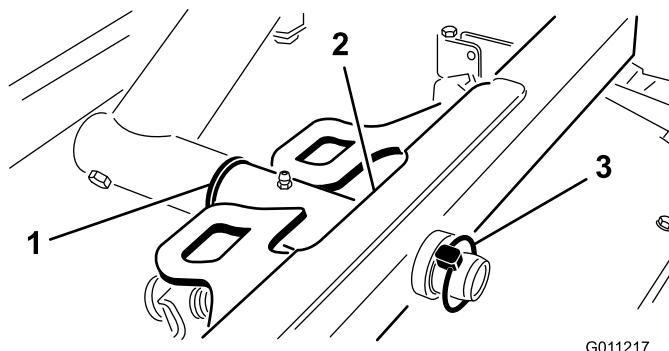

Figura 17
2. Deslice el bastidor de tiro de la unidad de corte sobre la barra de giro y fíjelo con un pasador de seguridad (Figura 17).